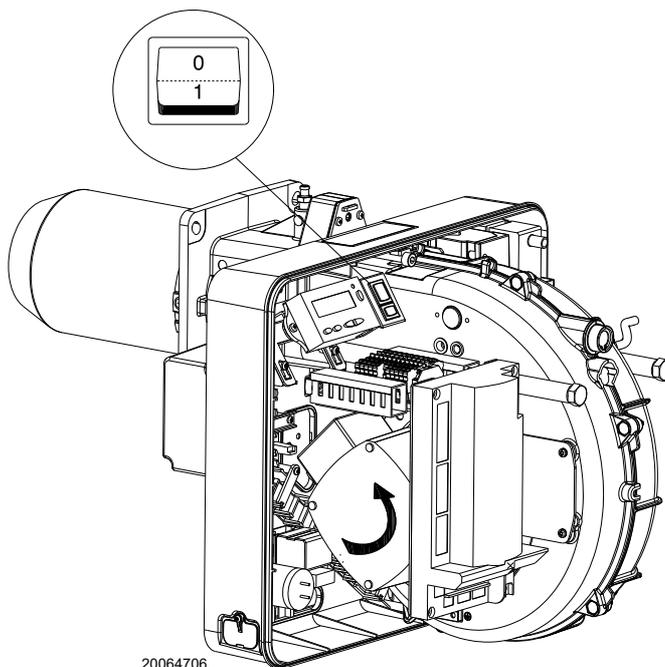

Abb. 32
Schließen Sie die Thermostate/Druckwächter und bringen Sie den Schalter in Abb. 32 in Position "1".
Stellen Sie sich, sobald der Brenner startet, vor dem Kühlgebläse des Gebläsemotors auf und prüfen Sie, ob sich dieses entgegen dem Uhrzeigersinn dreht. Siehe Abb. 32.
- Stellen Sie den Schalter von Abb. 32 in Position "0" und warten Sie ab, dass das Steuergerät die Abschaltphase ausführt;
Der Brenner befindet sich im Wartestatus bei Wärmeanfrage oder der Wahlschalter "0-1" (Abb. 32 auf Seite 32) steht auf Position "0".